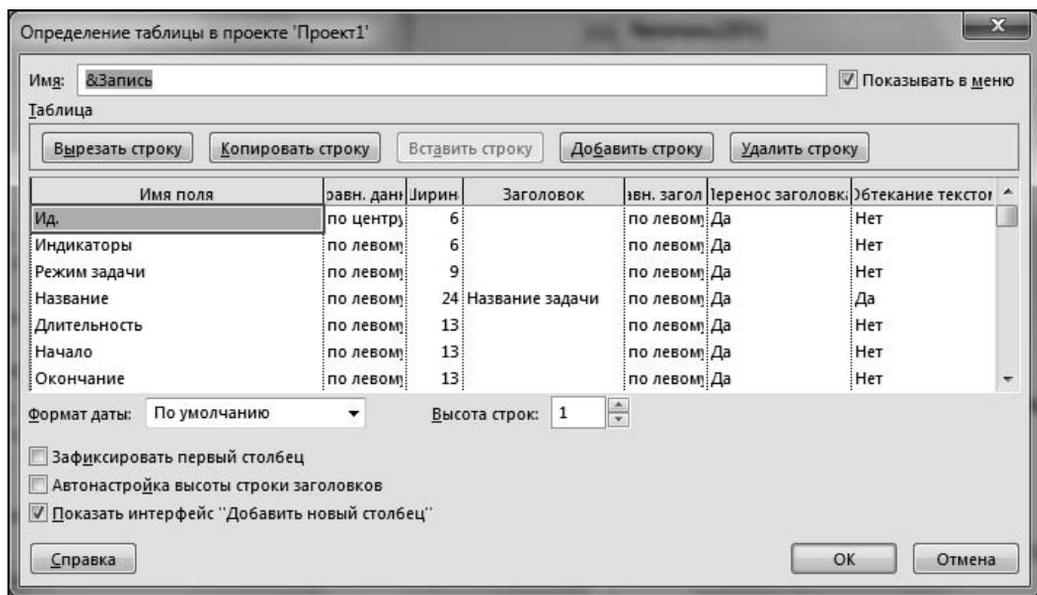

Рис. 4.16. Окно формирования таблицы
4. Нажать кнопку **Изменить**. При этом откроется диалоговое окно, приведенное на рис. 4.16.
8. Для ввода в таблицу дополнительного поля следует отметить строку показанной на рис. 4.16 таблицы, которая должна следовать за добавляемой. После этого нажать кнопку **Добавить строку**. Будет добавлена новая строка, в которую можно ввести имя добавляемого поля из списка (см. п. 6 данного алгоритма).